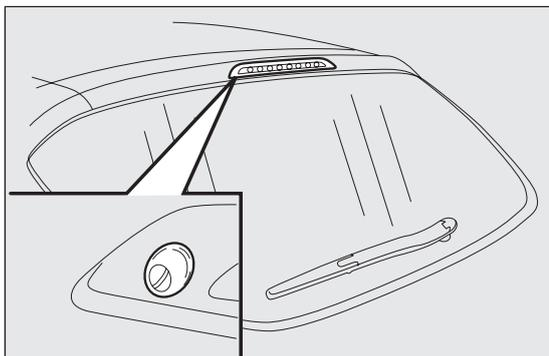

fig. 215
- levantar el revestimiento A fig. 215 y desmontar el brazo del vehículo, aflojando la tuerca B que lo fija al perno de rotación;
El cilindro de los pulverizadores está ubicado en la luneta fig. 215.